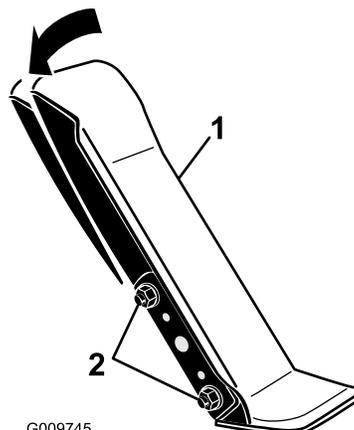

Рисунок 67
1. Ослабьте две гайки и болты крепления левой стороны педали управления тягой к кронштейну (Рисунок 67).
2. Поверните педаль под требуемым рабочим углом и затяните гайки (Рисунок 67).